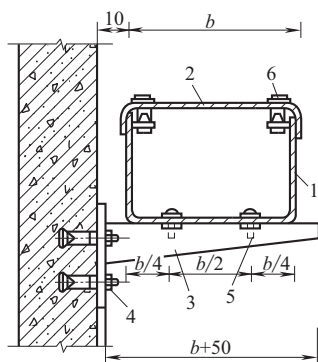

图 2-35 金属线槽在墙上水平架空安装
(2) 金属线槽在墙上水平架空安装。金属线槽在墙上水平架空安装可使用托臂支承。托臂在墙上的安装方式可采用膨胀螺栓固定，如图 2-35 所示。